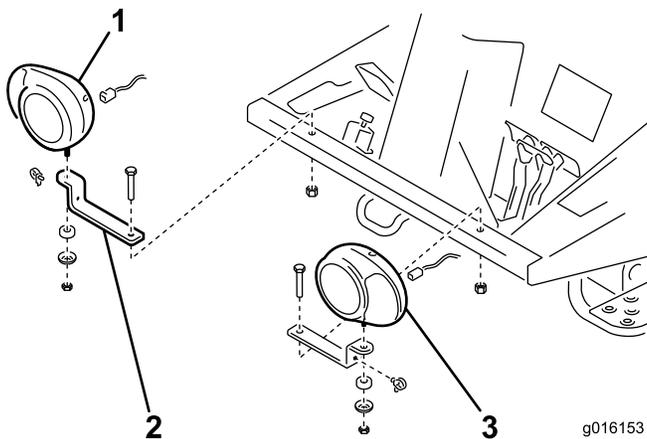

Figura 5
1. Assicurate le staffe dei fari nei fori presenti nella parte anteriore della piattaforma dell'operatore con delle viti (1/2 x 3 poll.) e dei dadi di bloccaggio (1/2 poll.). Collocate le staffe come illustrato nella Figura 5.
2. Assicurate i gruppi faro dx e sx alle relative staffe (Figura 5) con gli elementi di fissaggio forniti con le luci. Accertatevi che il vetro dell'indicatore di direzione del faro sia orientato verso l'esterno della macchina.